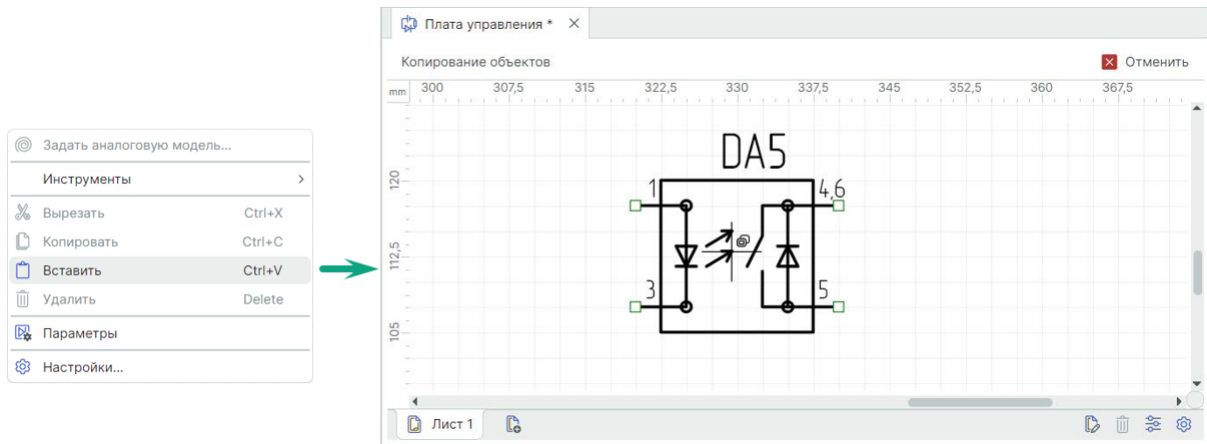

Рис. 208 Инструменты «Вставить» для объектов
3. Вставьте объекты с помощью пункта «Вставить» контекстного меню или воспользуйтесь сочетанием клавиш «Ctrl+V». Объекты будут вставлены, см. Рис. 208.